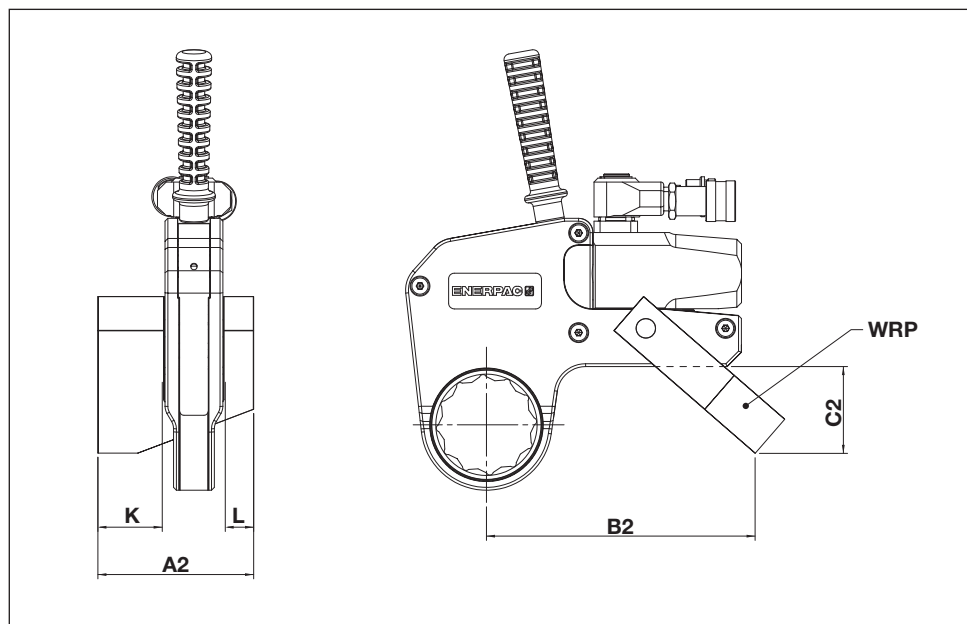

Fig. 24
6.1.2 Dimensões, Palheta de reação Série WRP (fig. 24)